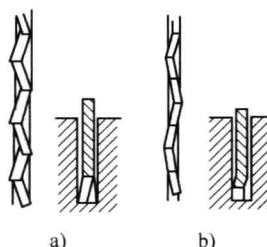

图 2-4 锯齿的排列
(2) 锯路 在制造时，锯条上的全部锯齿按一定的规则左右错开，排列成一定的形状，称为锯路。锯路有交叉形、波浪形等，如图 2-4 所示。锯路的作用是使锯缝大于锯条背部的厚度，锯削时，减少锯条与锯缝的摩擦力，便于排屑。